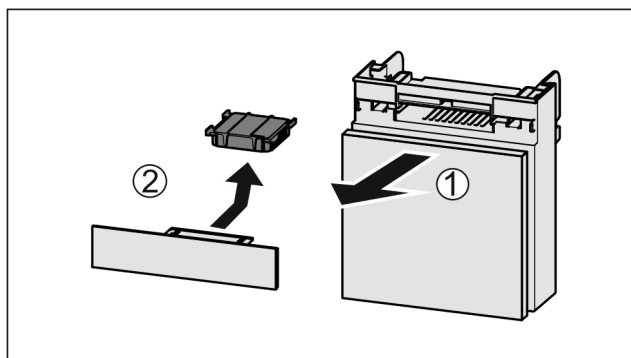

Fig. 36
- ▶ Lade vanaf de voorkant eruit trekken Fig. 36 (1).
- ▶ Actiefkoolfilter verwijderen Fig. 36 (2).